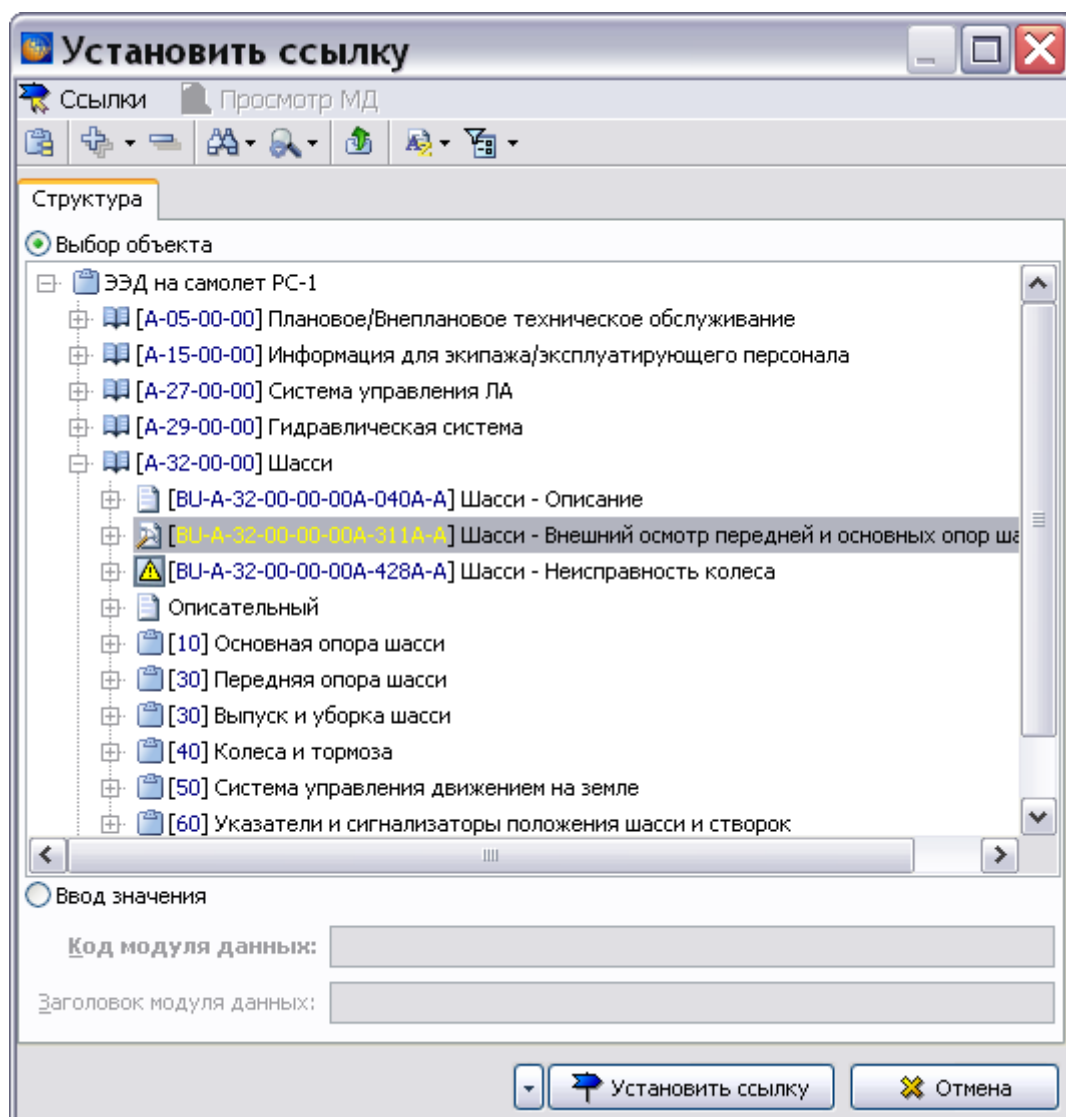

Рис. 7.24
5. Для создания ссылки на описание оборудования нажмите на надпись Задать ссылку.... В окне **Установить ссылку** выберите модуль данных в структуре проекта или укажите параметр **Ввод значения** и введите параметры МД вручную (Рис. 7.24).